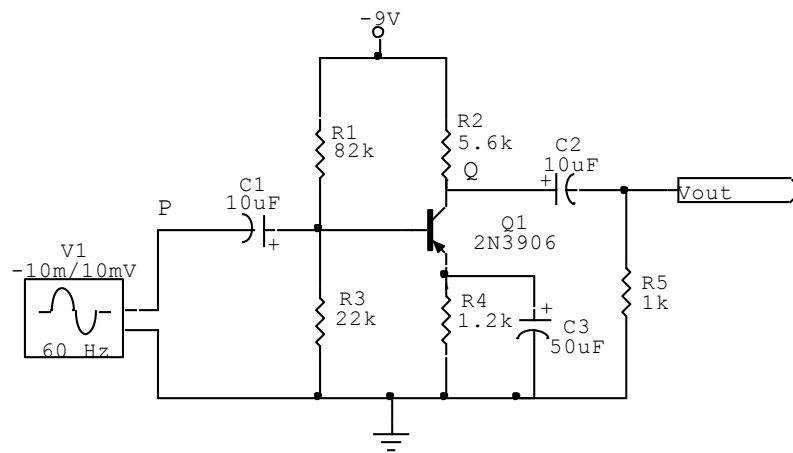

Figura 2
Implementar en el segundo protoboard el circuito de la Figura 2:
- Mida  $I_c$  y  $V_{CE}$  de la figura 2 en forma práctica utilizando para ello un multímetro